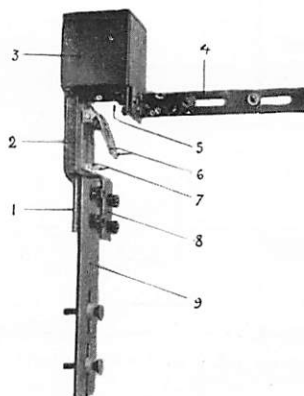
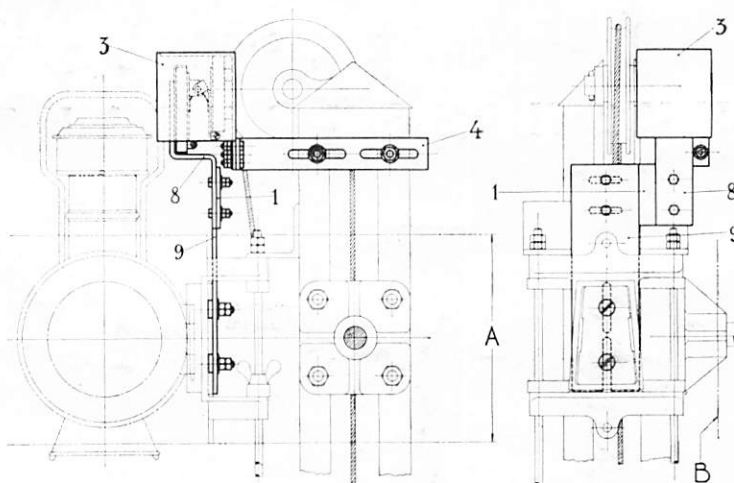

Bild 1.
Bild 2.
Lykthisskontakt, vilken är avsedd för semaforer med nedfirbara lyktor med elektr. belysning, består av tvenne huvuddelar, av vilka den ena fästes vid lykthisskorgen (den översta, om semaforen är flervingad) och den andra vid toppen av semaformasten. Förstnämnda del utgöres av de båda å skifferplinten 2, bild 1, anordnade släp fjädrarna 6 och de för monteringen avsedda plattjärnen 1, 8 och 9, av vilka järnet 9 fastskruvas vid lykthisskorgen (se bild 2). Ledningarna från semaforlyktans elektr. lampa anslutas till släp fjädrarna medelst kontaktskruvar 7, bild 1.
Den andra huvuddelen av lykthisskontakten utgöres av tvenne mot förenämnda släp fjädrar 6 svarande kontaktplattor (5), likaledes anordnade å en skifferplint, och de för monteringen avsedda plattjärnen, av vilka järnet 4 fastskruvas å semaformasten (se bild 2).
Om så befinnes lämpligare, kan kontakthanordningen ändras för vänster i stället för, såsom bilderna 1 och 2 visa, höger anordning genom att montera plattjärnet 1, bild 2, utskjutande åt andra sidan om plattjärnet 9.